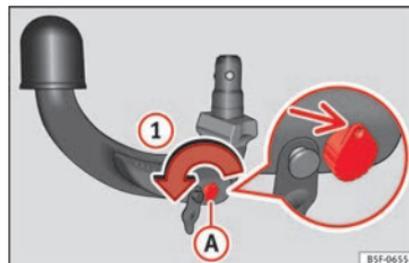

Fig. 226 Étape 1 :
- Tournez la clé dans le sens de la flèche ① jusqu'à ce que la partie trouée de la clé atteigne sa position supérieure »» fig. 226.